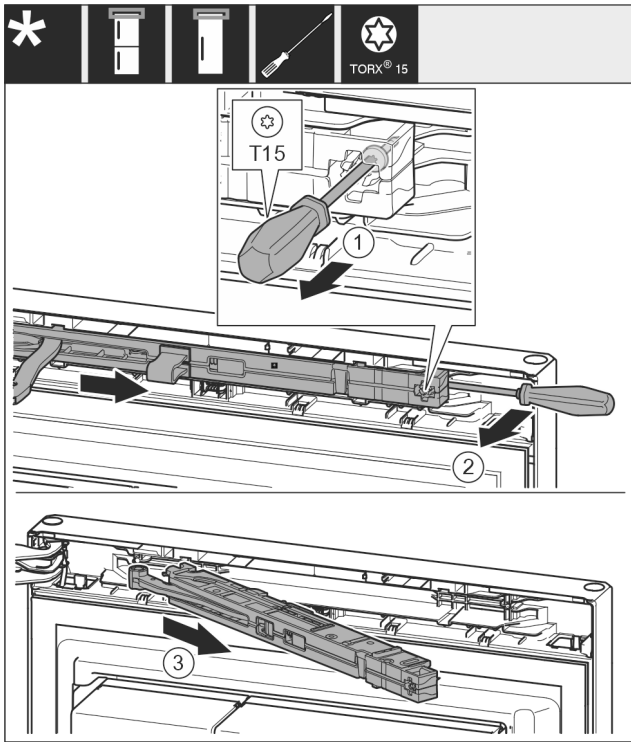

Fig. 11
- ▶ A záráscsillapító egységnél T15 csavarhúzóval kb. 14 mm mértékben engedje ki a csavart. Fig. 11 (1)
- ▶ Nyúljon a markolat felőli oldalról csavarhúzóval a záráscsillapító egység mögé, és forgassa előre az egységet. Fig. 11 (2)
- ▶ Húzza ki a záráscsillapító egységet. Fig. 11 (3)